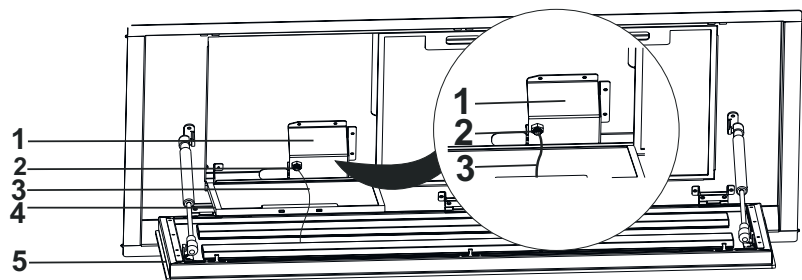

Fig. 21
- 6.** ➔ Vip kantsugpladen ud, ved at tage fat i hjørnerne og hive forsigtigt i den (Fig. 21/5).
Fjern fedtfiltrene (Fig. 21/4) og træk stålwirerne igennem sikkerhedslåsene oppefra og ned (Fig. 21/2). Gør dette for alle 4 stålwirer der medfølger.
Når emhætten er hævet til loftet og der ikke længere kan trækkes i stålwirerne, skal stålwirerne rulles sammen og lægges ind i opbevaringspladsen. Bemærk; når stålwirerne er lagt ind i opbevaringspladserne, skal det bøjelige metal bukkes sammen, så stålwirerne ikke falder ud (Fig. 21/1).